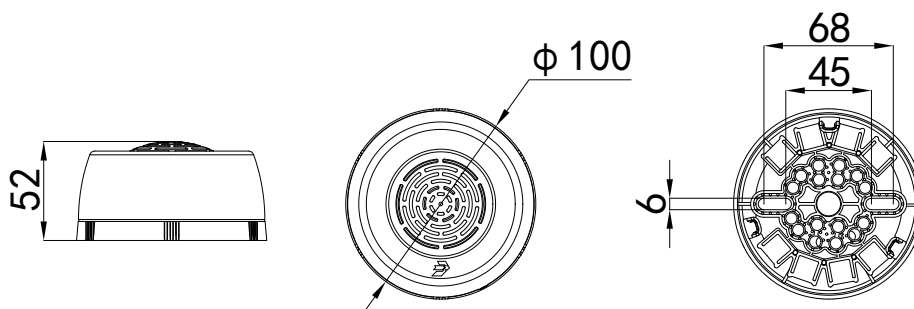

图 1 外形及安装尺寸图
- 布线施工后，将火灾声光报警器底座固定在墙上（使用 M4 螺钉），安装孔距为 45mm~68mm，外形及安装尺寸如图 1 所示：（单位 mm）